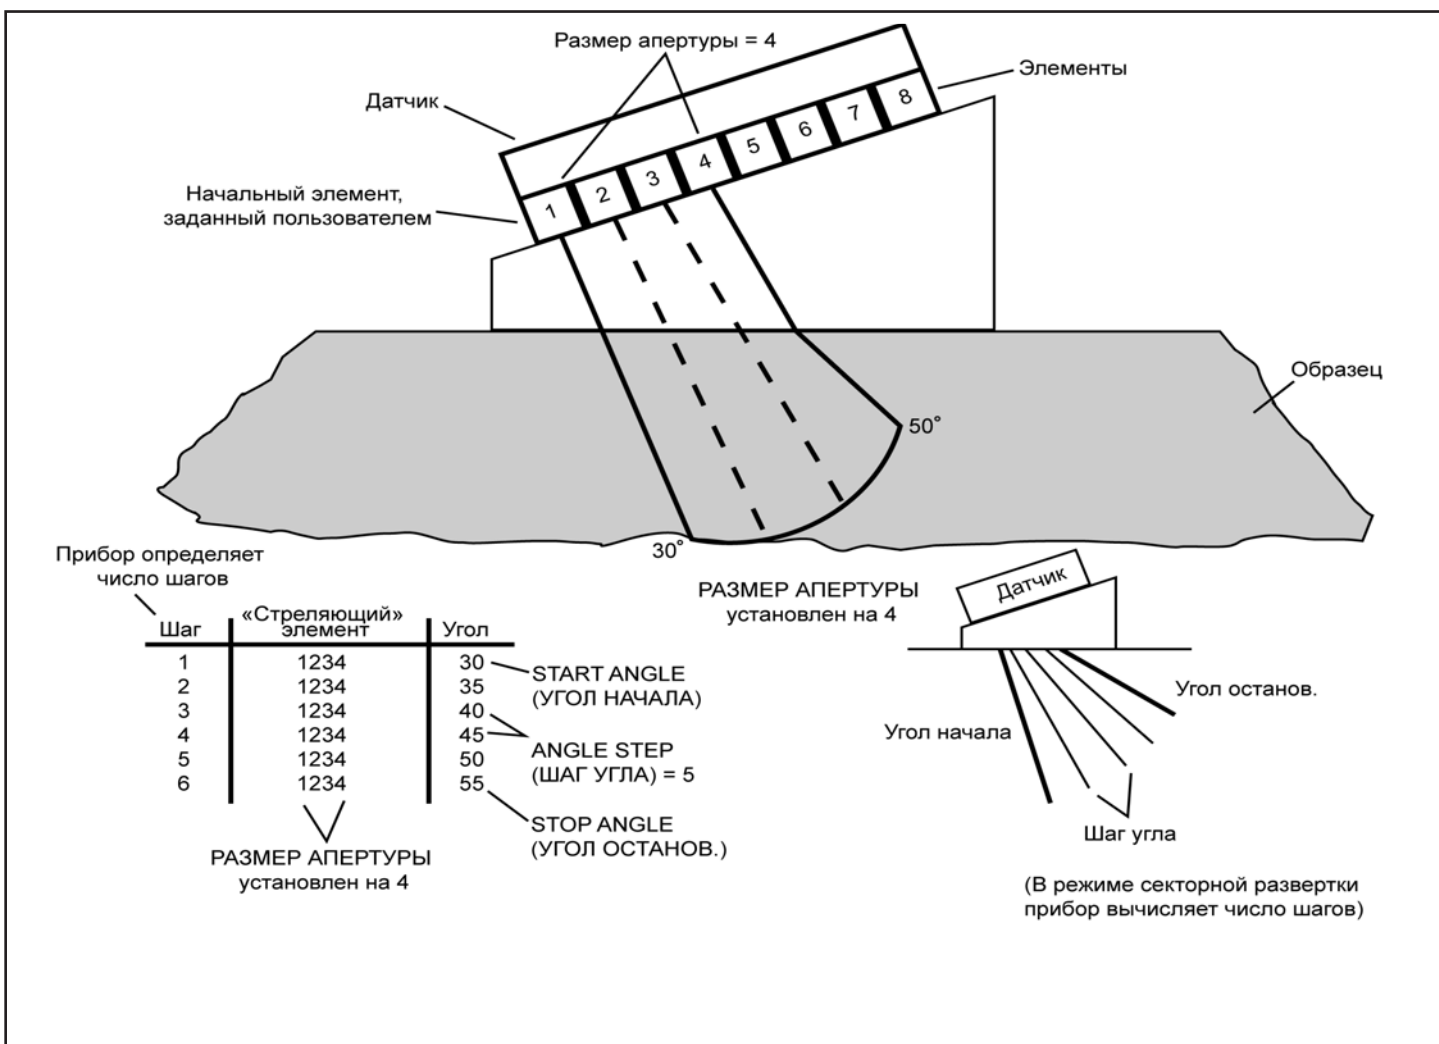

РИСУНОК 2-8—Параметры секторной развертки
– Группы элементов постоянной численности (для отображения постоянной «апертуры») «стреляют» под переменными углами (Рисунок 2-8)